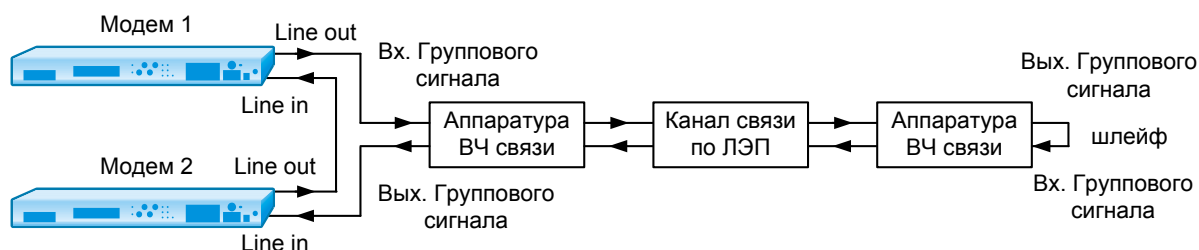

Рис. 10. Схема проверки работы модемов версии ЛЭП по шлейфу.
Тестирование работы двух модемов версии ЛЭП, размещенных на одном из ее концов, выполняется при подключении по схеме, приведенной на Рис.10.
1. Соединить модемы в соответствии со схемой, соответствующей версии модема (см. Рис.10). Здесь при организации шлейфа в аппаратуре ВЧ связи важно обеспечить согласование уровней передачи и приема сигнала с помощью штатных регулировок аппаратуры или путем установки внешнего удлинителя.
что работа приемника модема 2 через шлейф по схеме (Рис. 10) равносильна работе через тракт удвоенной протяженности.